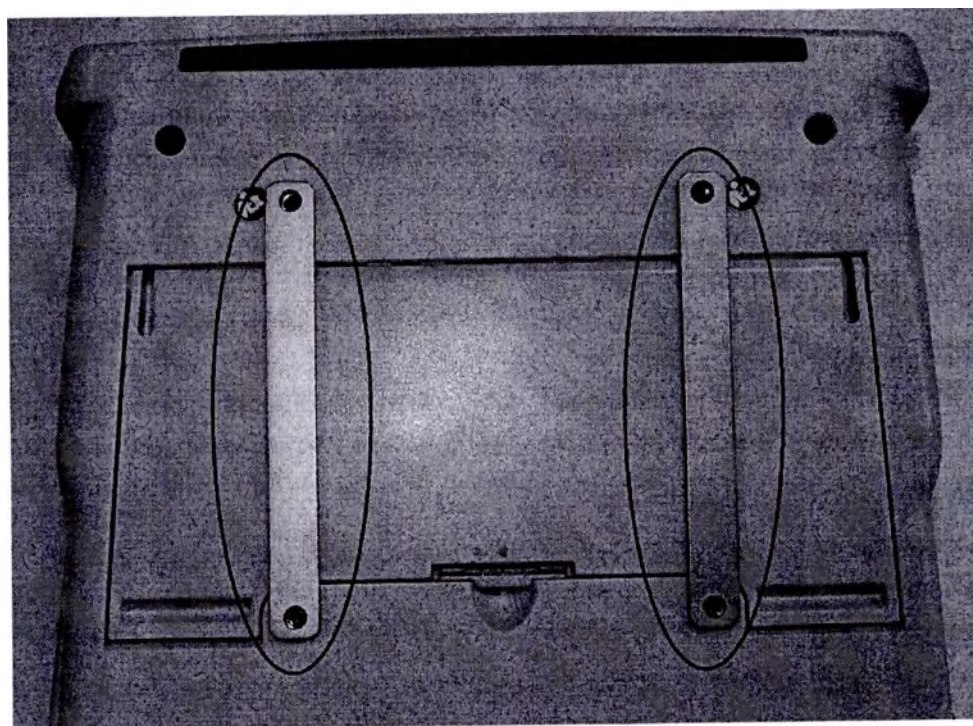

Рисунок 2.3. Размещение крепежных планок на приборе
- б) В соответствии с представленным ниже рисунком установите обе планки на нижнюю панель прибора так, чтобы оба отверстия планки совместились с соответствующими резьбовыми отверстиями на панели прибора (см рис. 2.3.);